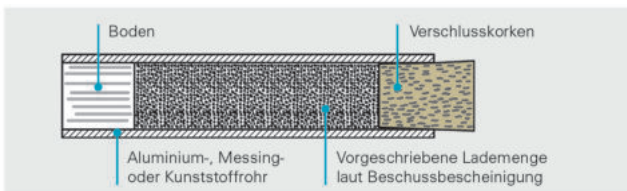

Abb. 47: Dosierung der Pulvermenge für einen Schuss (abgepackte Einzelladung)
- Die vorgeschriebenen Pulverladungen sind abzuwiegen oder mit einem Messbecher entsprechend den Angaben in der Beschussbescheinigung als abgepackte Einzelladungen vor dem Schießen abzufüllen (s. Abb. 47, S. 27). Aus Sicherheitsgründen hat dies möglichst bereits zu Hause, in einem geschlossenen Raum, zu erfolgen. Während dieser Tätigkeit sind der Aufenthalt unbefugter Personen, offenes Licht und Feuer sowie das Rauchen im Raum verboten.